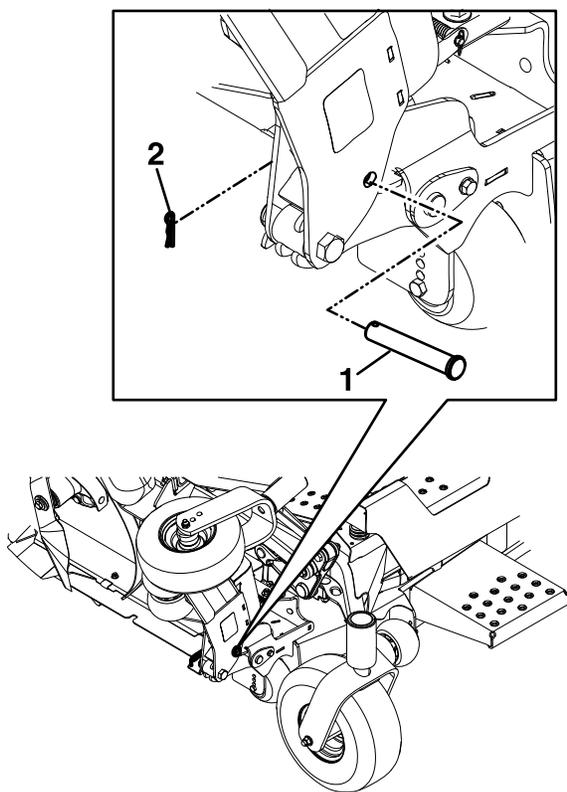

Рисунок 22
5. Извлеките шплинтуемый штифт и шплинт из положения хранения и зафиксируйте каждое крыло в вертикальном положении (Рисунок 22).